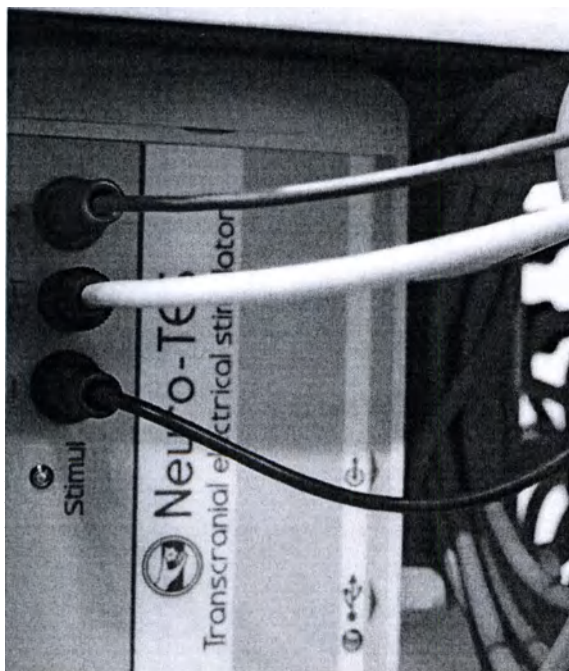

Рис. 19. Замена блока транскраниального электростимулятора (2).
2. Отключите стимулирующие электроды и кабель управления от блока транскраниального электростимулятора (рис. 19).